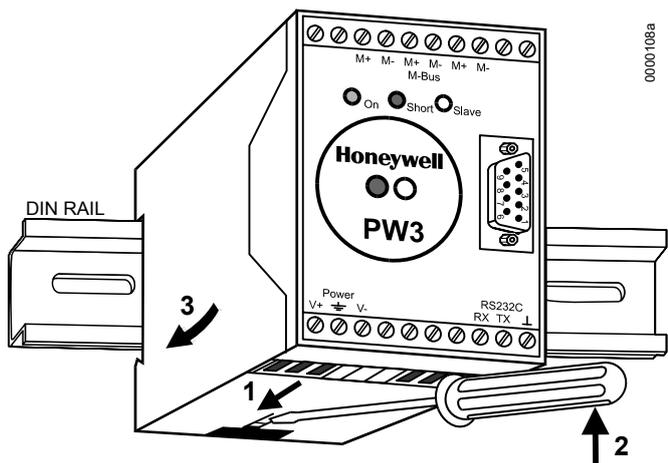
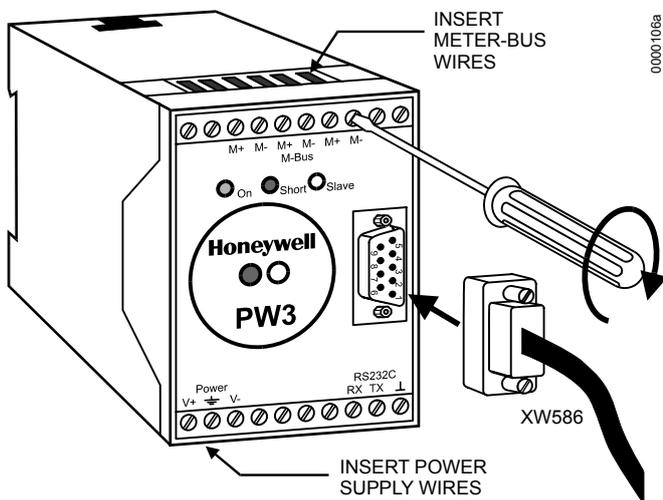

Рис. 37. Монтаж адаптера PW3
Рис. 38. Подключение M-Bus адаптера PW3
1. Установите адаптер шины счетчиков PW3 на DIN-рейку. Вставьте отвертку в зажим DIN-рейки на нижней стороне адаптера PW3 и надавите для ослабления зажима до тех пор, пока блок не встанет на рейку. См. рис. 37.
Активность шины счетчиков также может наблюдаться через подчиненный светодиод на модуле PW3 (см. Рис. 37, Рис. 38).